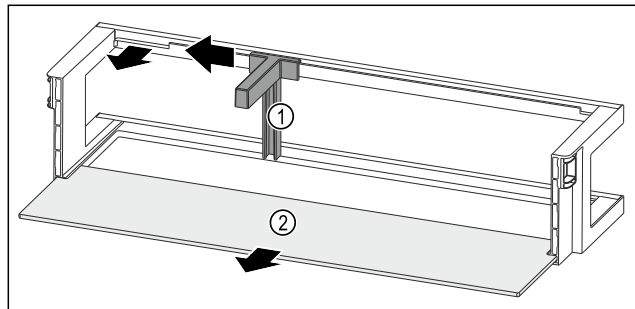

Fig. 101 Дверная полка с держателем для бутылок и съемной полкой
- ▶ Сместите держатель для бутылок Fig. 101 (1) до выемки в сторону.
- ▶ Извлеките держатель для бутылок Fig. 101 (1).
- ▶ Извлеките съемную полку Fig. 101 (2).